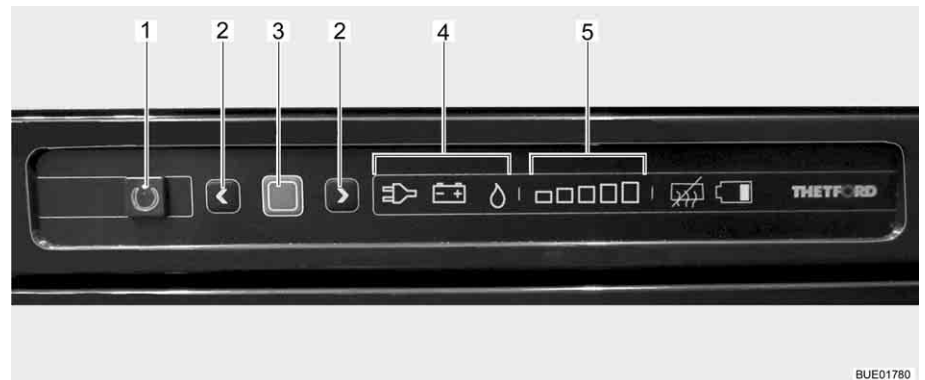

Fig. 178 Boutons de commande pour le réfrigérateur
Le mode de fonctionnement actuel est indiqué par un symbole éclairé (Fig. 178,4) sur l'unité de commande.
Lorsque le réfrigérateur est mis en marche, il choisit automatiquement la dernière température du thermostat sélectionnée. Ce réglage peut cependant être corrigé manuellement à l'aide des touches fléchées (Fig. 178,2). Les barres lumineuses de l'indicateur du degré de refroidissement (Fig. 178,5) indiquent le réglage sélectionné du thermostat. La température de réfrigération de tous les trois types d'énergie est réglée avec les touches fléchées. Il faudra attendre quelques heures jusqu'à ce que le réfrigérateur ait atteint sa température normale de réfrigération. Il garde toutefois son réglage de température lorsqu'on change d'un mode à un autre. La température de réfrigération est maintenue indépendamment du type d'énergie choisi.
- Appuyer sur la touche Marche/Arrêt (Fig. 178,1) pendant 1 seconde. La touche (Fig. 178,1) s'allume en vert. L'affichage devient plus sombre pour des raisons d'économie d'énergie au bout d'env. 10 secondes.
- Appuyer sur la touche de confirmation (Fig. 178,3). Le réglage actuel du mode de fonctionnement est affiché.
- Quand le mode de fonctionnement gaz n'est pas réglé : Pour changer le réglage, presser la touche de confirmation (Fig. 178,3) pendant env. 2 secondes.
- Choisir le régime au gaz avec les touches fléchées (Fig. 178,2). L'arrivée de gaz est ouverte. L'allumage s'effectue de manière automatique. Un tic-tac est distinctement perceptible jusqu'à ce que la procédure d'allumage soit effectuée avec succès.
- Appuyer sur la touche de confirmation (Fig. 178,3) pendant env. 2 secondes.
- Appuyer de nouveau sur la touche de confirmation (Fig. 178,3). Le degré actuel de refroidissement est indiqué par les barres lumineuses (Fig. 178,5).
- Pour changer le réglage, appuyer sur les touches fléchées (Fig. 178,2) jusqu'à ce que le réglage désiré soit affiché.
- Appuyer sur la touche Marche/Arrêt (Fig. 178,1) pendant env. 2 secondes. Toutes les lampes s'éteignent. Le réfrigérateur est coupé.
- Quand le régime 230 V n'est pas réglé : Pour changer le réglage, presser la touche de confirmation (Fig. 178,3) pendant env. 2 secondes.
- Choisir le régime 230 V avec les touches fléchées (Fig. 178,2).
- Quand le mode de fonctionnement 12 V n'est pas réglé : Pour changer le réglage, presser la touche de confirmation (Fig. 178,3) pendant env. 2 secondes.
- Choisir le régime 12 V avec les touches fléchées (Fig. 178,2).